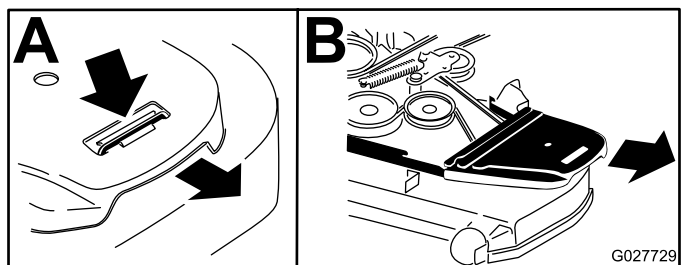

Figura 92
4. Empuje la pestaña hacia abajo y retire la cubierta de la correa (Figura 92).